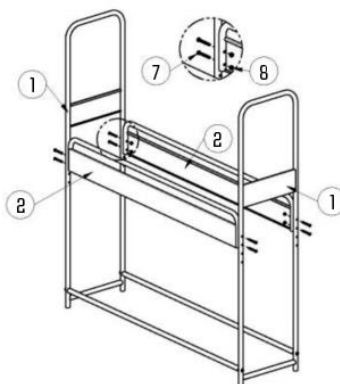

Figure 2
2. Deux cadres horizontaux supérieurs (2) sont fixés aux deux cadres latéraux (1) au moyen de boulons hexagonaux à tête ronde M8 x 60 (7) et d'écrous autobloquants M8 (8) (fig. 2).